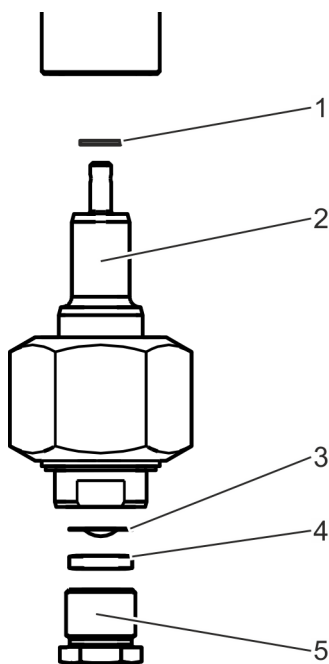

Fig. 18: Unité démontable
- bague d'étanchéité (Fig. 18/1),
- corps de vanne (Fig. 18/2),
- disque de rupture (Fig. 18/3),
- bague de serrage (Fig. 18/4) et
- vis de pression (Fig. 18/5),